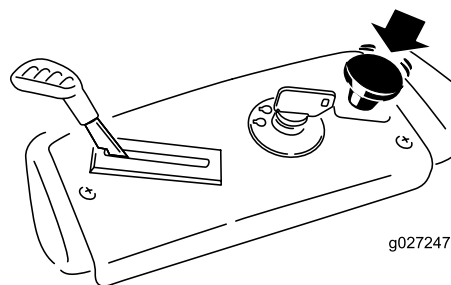

Figure 13
1. Désengagez les lames en poussant la commande des lames en position Désengagée (Figure 13).